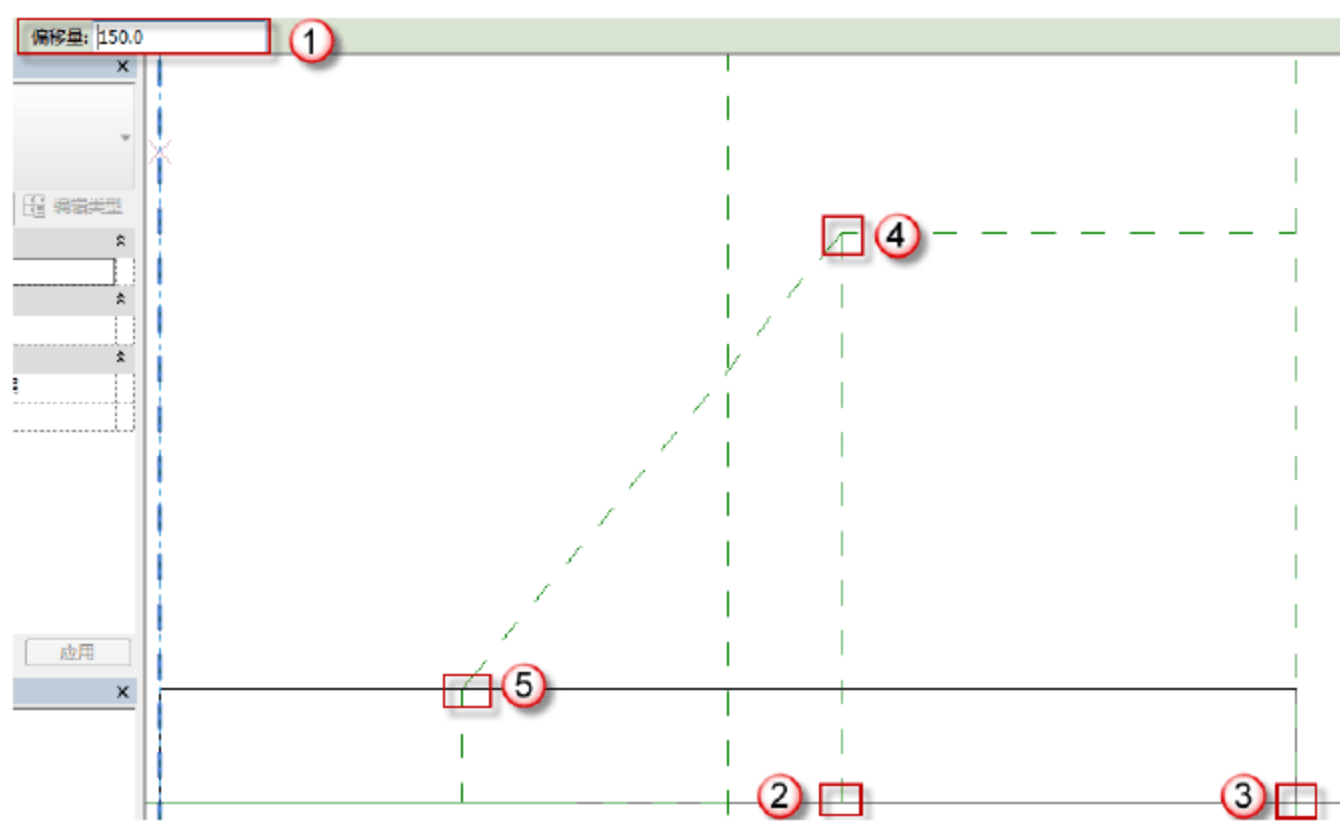

图 12.4.14 创建辅助横线
(7) 创建辅助线横线。按快捷键 R+P，更改偏移数值为“150”，以编号 2 的交点为起点至编号 3 的交点为终点画一条辅助线，接着更改偏移数值为“0”，画一条从编号 4 的交点至编号 5 交点的辅助线，如图 12.4.14 所示。